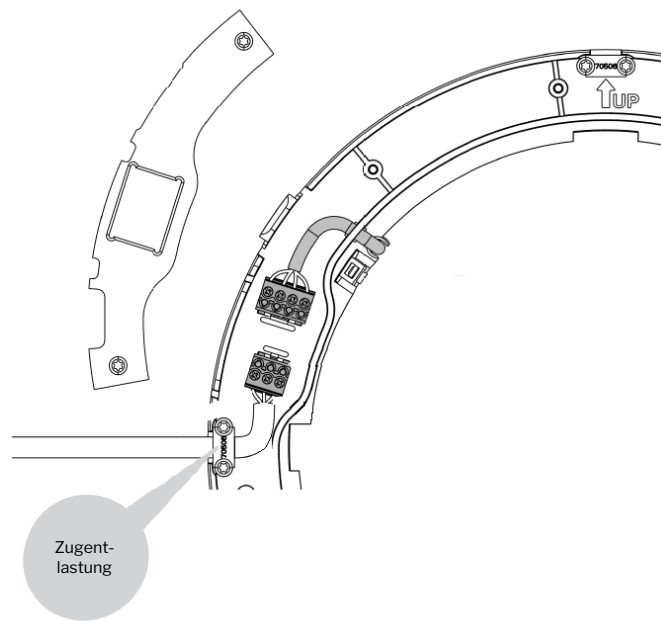

Abbildung 39 - Kabelzugang von links mit Zugentlastung in Klemmleiste 3
4. Die Kabelzugentlastung von der Oberseite der Abdeckung entfernen und an der Klemmleiste 3 montieren, siehe Abbildung 39.